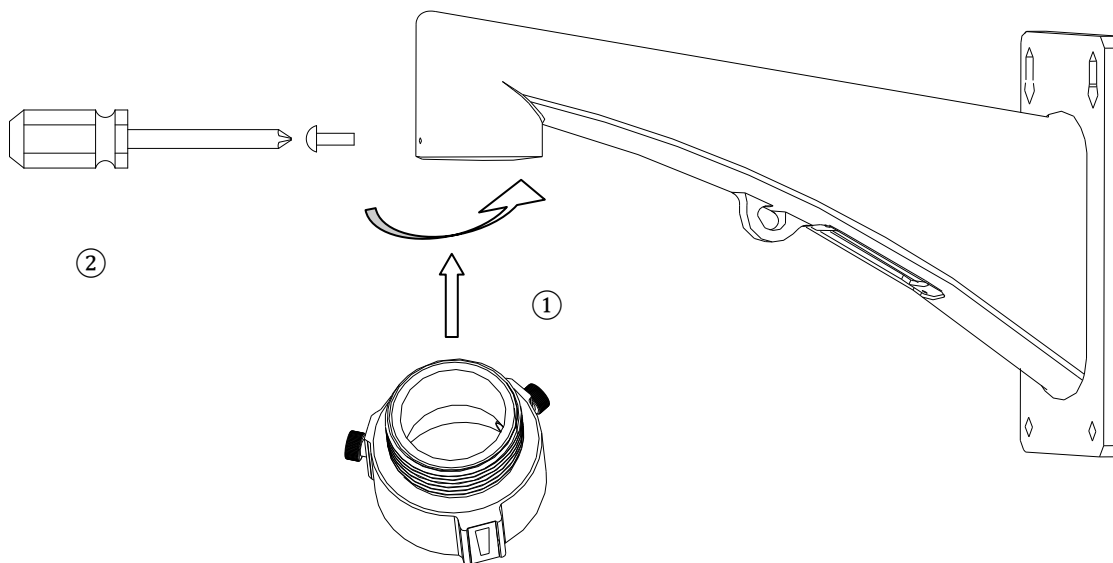

Abbildung 1.2.7 Adaptermontage
2. Schrauben Sie den Hängeadapter auf die Halterung. Fixieren Sie den Adapter mit einer Sicherungsschraube an der Halterung (siehe Abbildung 1.2.7).